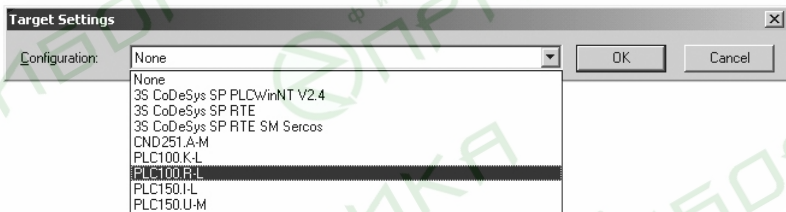

**Рис. 2.** Окно «InstallTarget» утилиты InstallTarget
- 1) В открывшемся при запуске утилиты **InstallTarget** окне (рис. 2) – нажать кнопку **Open** и указать путь доступа к инсталлируемому Target-файлу (имеющему расширение **\*.tnf**, Target Information File). Target-файлы контроллеров ОВЕН ПЛК154 находятся на компакт-диске, поставляемом с контроллером, в папке «Target» или могут быть скачаны с сайта **www.owen.ru**.